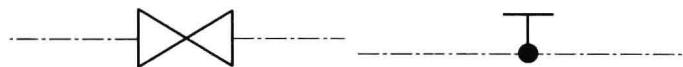

图 1-1 阀门(通用)、截止阀
1. (a) 图例表示闸阀，具体说明参照图 1-1 的说明；